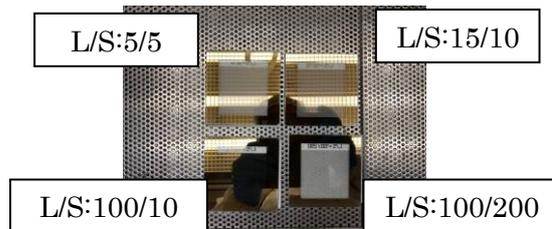

Fig. 1 Picture of photomask.
本項では、「①露光マスクの作製」について報告する。作製したマスクの外観を Fig. 1 に示す。